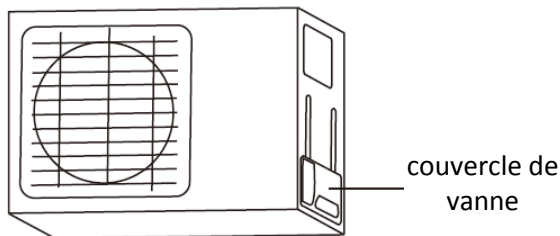

Fig. 5.9
1. Dévisser le capot de la soupape emballé sur le côté de l'unité extérieure. (Voir Fig. 5.9)